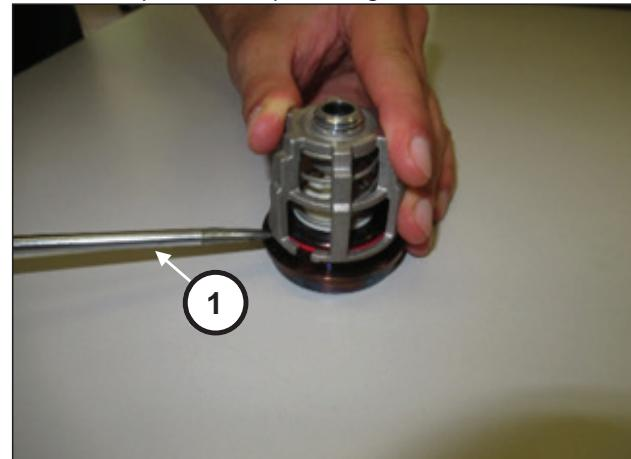

Fig. 114
Smontare i gruppi valvola di aspirazione e mandata facendo leva con semplici attrezzi (pos. ①, Fig. 114).